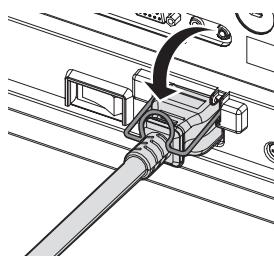

Fig. 3
- Abbassare il supporto cavo di alimentazione. (Fig. 3)